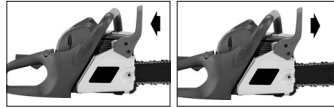

Fig. 7A Fig. 7B
1. Die Kettenbremse ist **ENTKUPPELT** (Kette kann sich bewegen), wenn der **BREMSHEBEL NACH HINTEN GEZOGEN UND ARRETIERT IST** (Abb. 7A).